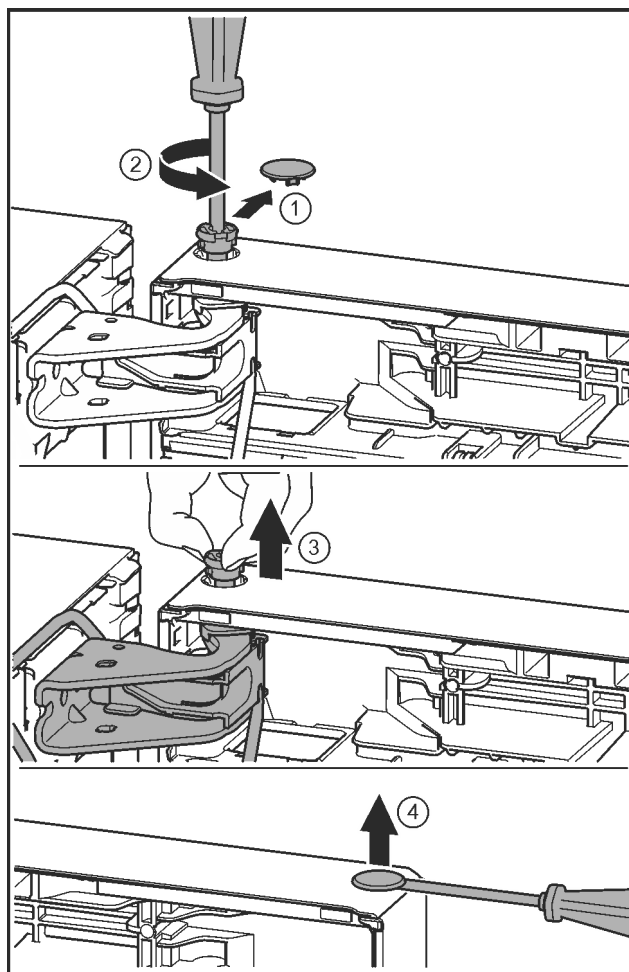

Fig. 21
- ▶ Ostrożnie zdjąć osłonę zabezpieczającą. Fig. 21 (1)
- ▶ Sworzeń wykręcić nieco przy pomocy śrubokręta T15. Fig. 21 (2)
- ▶ Przytrzymać drzwi i wyjąć sworzeń palcami. Fig. 21 (3)
- ▶ Zatyczkę ostrożnie podważyć przy pomocy śrubokręta i wyjąć z tulei łóżyskowej drzwi. Fig. 21 (4)